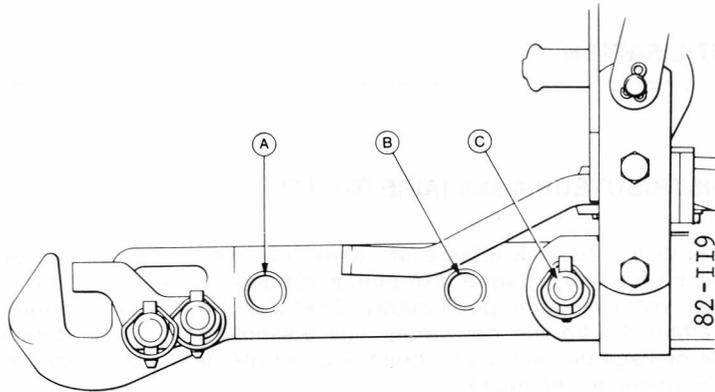

FIG. 14
La barre est télescopique. Ce qui permet un attelage proche du tracteur pouvant supporter un poids important ou loin du tracteur pour les utilisations avec prise de force ou pour obtenir une meilleure maniabilité (voir fig. 14 et tableau ci-dessous).
La barre peut occuper 3 positions (fig. 14)
- 2 – faire coulisser la barre à la position choisie (fig.14)